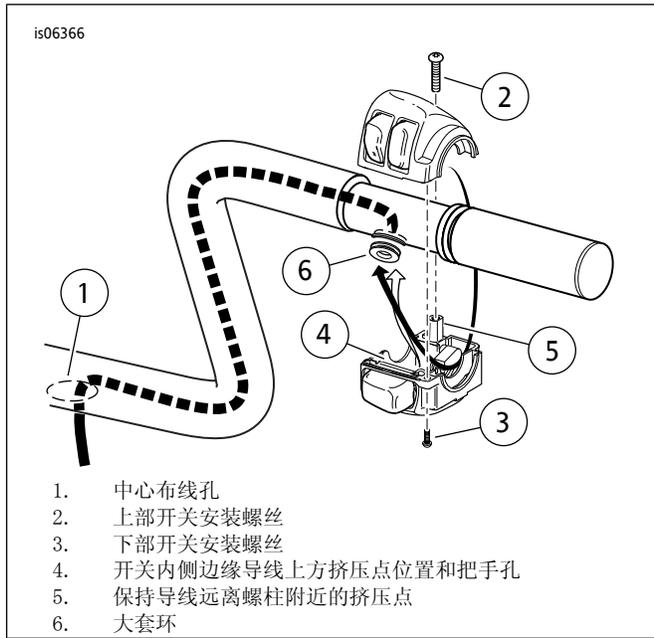

图6。布设开关盒导线
10. 参见图6。将把手放置于光滑、柔软的表面，使手柄端朝上，将右侧开关导线捆轻轻穿入新把手下侧的大开口并穿向把手中心的大开口。